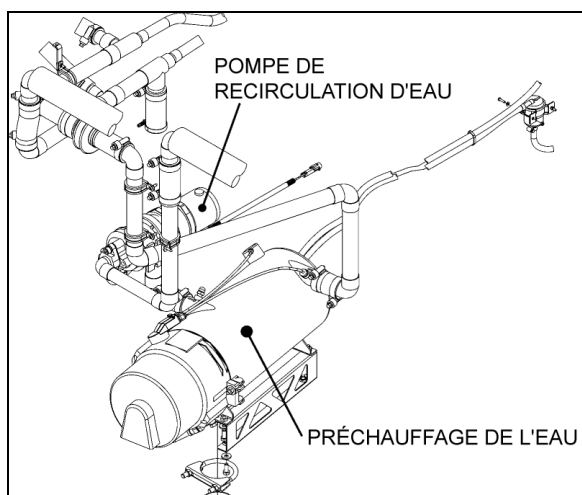

FIGURE 64 : EMBLACEMENT DE LA POMPE DE CIRCULATION – SYSTÈME DE CVC CENTRAL DES SÉRIES X3
- Séries X3 – Compartiment du préchauffeur de liquide de refroidissement (Figure 64)